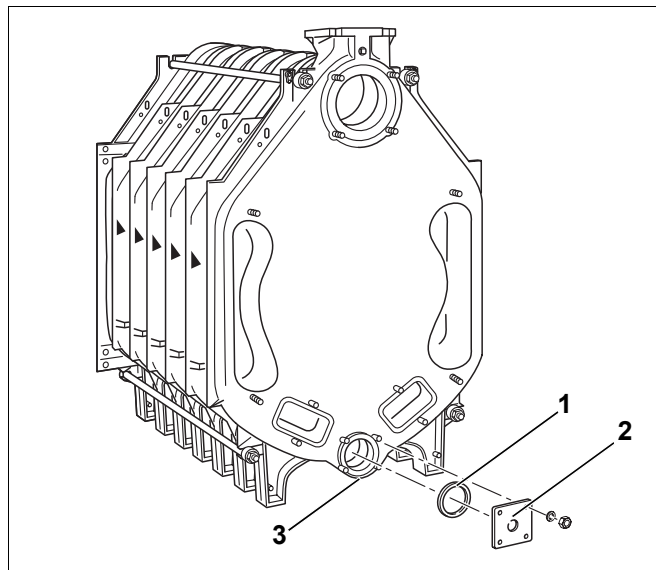

Fig. 26 Montaggio della flangia
- Chiudere il mozzo inferiore (fig. 26, [3]) dal davanti e da dietro. A tal fine, posizionare la guarnizione corrispondente (fig. 26, [1]) sui rispettivi mozzi e avvitare una flangia cieca con lunghezza dei bordi di 110 mm. La flangia con il foro filettato (R $\frac{3}{4}$) per l'allacciamento per il carico e lo scarico (fig. 26, [2]) viene montata sul lato posteriore della caldaia.